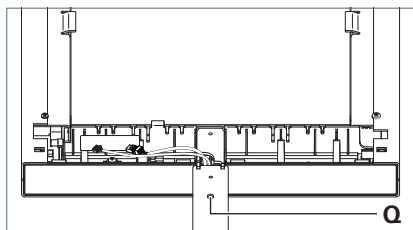

Fig. 8: Regolazione dell'inclinazione.
- Sollevare la testa della lampada per orientarla in senso verticale e stringere a mano la vite di regolazione **Q** in senso antiorario contro il tubo di supporto, vedi Fig. 8.